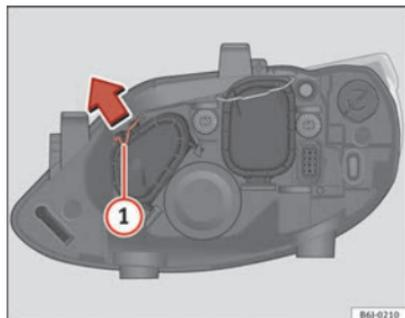

Abb. 163 Fernlicht
- – Verschieben Sie die Strebe ① in Pfeilrichtung und nehmen Sie den Deckel ab ⇒ Abb. 163.